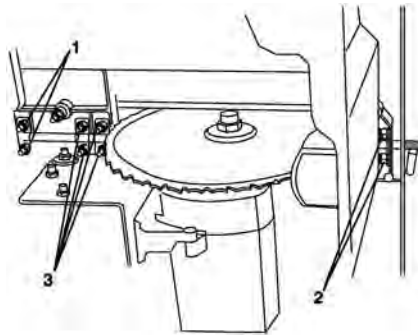

fig. 7 - alineación de la hoja de sierra
2. Retire las puertas móviles de la mesa y gire la máquina a la izquierda, para acceder a los tornillos de ajuste (1, 2 y 3) fig. 7.